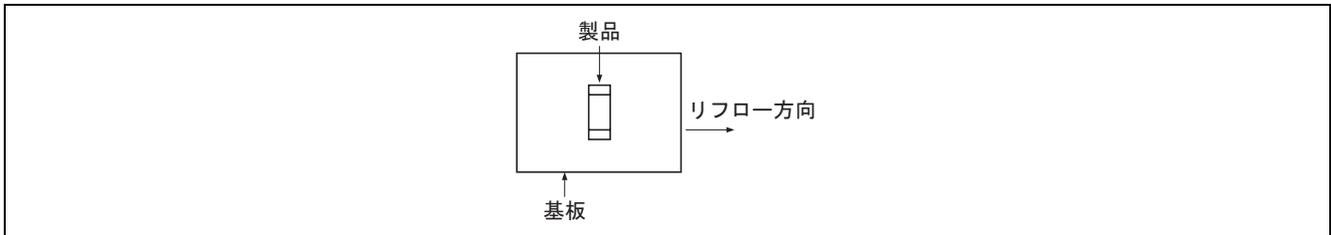

図9
- (4) 高速度スイッチング用 SMD ショットキーバリアダイオードは、他の拡散接合形のダイオードと比較し静電気に弱いため静電気破壊防止をしてください。
- (5) SMD を厳しい環境条件で使用する場合には、基板に組み込んだ後に耐湿コーティングを施してください。また、基板コーティングは外部からの異物や水滴からの保護としても有効です。2.5 (2)項をご参照ください。
- (6) SMD を実装機でプリント基板へ装着する場合、リード曲がりやパッケージ破壊の発生を防ぐため、3N 以上の力を加えないでください。特にフラットリードタイプの UFP, SFP, EFP, TURP, VSON-5, MFP12 外形品や、MP6 系外形品およびハロゲンフリー対応レジソ適用品は、実装時にパッケージやリード部へ過剰な力を加えないでください。
- (7) SMD をリフロー実装する際、実装バランスが悪いと製品の位置ずれ、浮き不具合になる場合がありますので以下の点に注意してください。
- はんだ付け部は、同時に加熱されるようにしてください。(図9に示す方向を推奨)